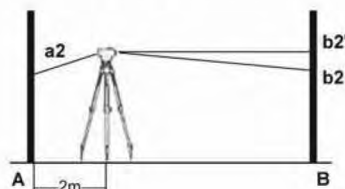

Рис.11
- 2) Установите прибор на расстоянии 2 м от точки А. Возьмите отсчеты "a2" и "b2". (Рис.11)